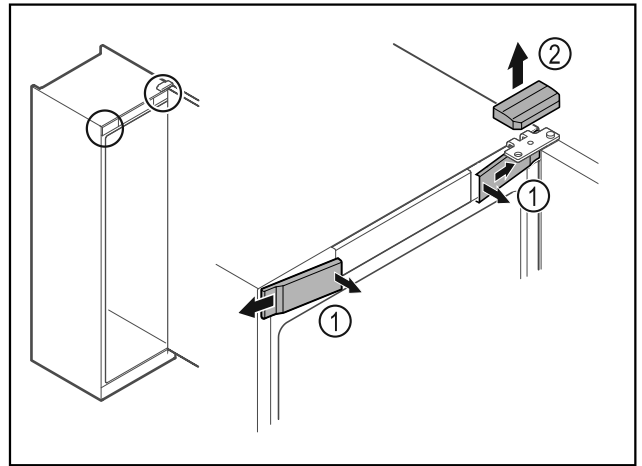

Fig. 8 \*
- ▶ Звільніть передні кришки Fig. 8 (1) всередині від фіксатора та поверніть убік.\*
- ▶ Зніміть верхню кришку Fig. 8 (2) вгору.\*